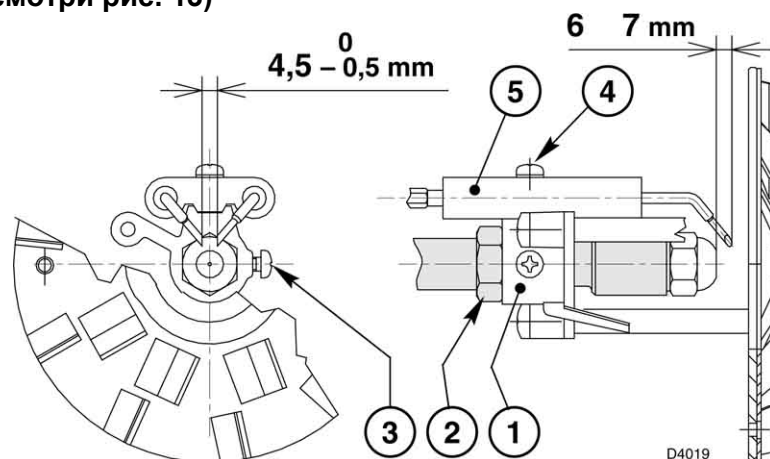

Рис. 13
- Ослабьте винты (2), открутите гайку (3), отсоедините от блока управления провода (4) и фотосопротивление (5) и выньте держатель форсунки (1) в сборе.
- Снимите с электродов провода (4), ослабьте винт (3, рисунок 13 на странице 7) и снимите с держателя форсунки (1) турбулизатор в сборе (8).
- Закрутите форсунку (9), держа ее, как показано на рисунке.
- На рисунке головка горелки настроена на расход 4,00 галлонов/час при давлении 15 бар. Риска 2 регулировочной рейки совпадает с внешней поверхностью держателя форсунки (1), согласно данным, приведенным в таблице.
4.4 РЕГУЛИРОВКА ЭЛЕКТРОДОВ (смотри рис. 13)
- Менять форсунку (смотри рис. 12, стр. 6) и проверять правильное положение электродов (рис.13, стр. 7).